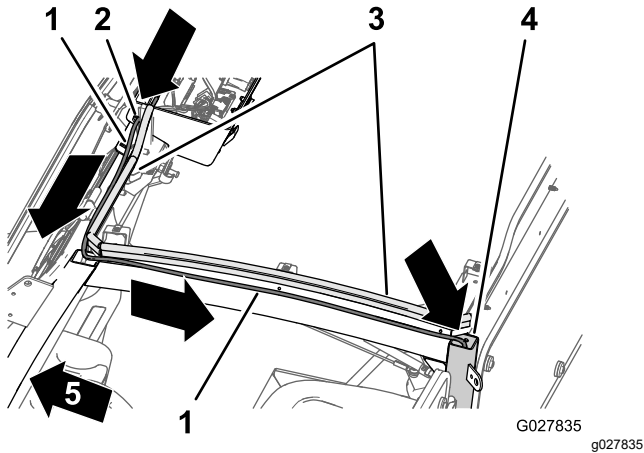

Figura 26
1. Na consola superior, encaminhe a cablagem da bomba do líquido de lavagem (Figura 26) para a esquerda e lado do tubo que instalou em Encaminhar o tubo (página 9).
2. Encaminhe a cablagem para trás ao longo do canal da estrutura esquerda da cabina (Figura 26).